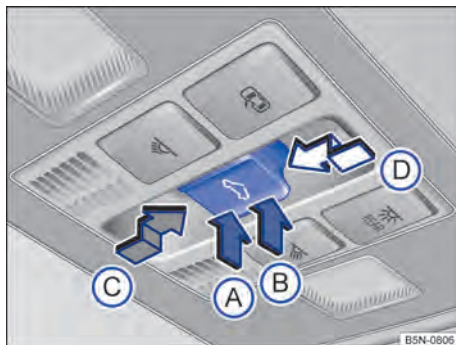

Fig. 88 No revestimento do teto: botão do teto de vidro.
O botão → Fig. 88 é de 2 níveis. No 1º nível o teto pode ser totalmente ou parcialmente levantado, aberto ou fechado.
- ◀ – *Levantar o teto de vidro:* pressionar o botão na área traseira → Fig. 88 (B) até o 1º nível. Curso automático: pressionar brevemente o botão na área traseira (B) até o 2º nível.
- *Fechar o teto de vidro levantado:* pressionar o botão na área dianteira (A) até o 1º nível. Curso automático: pressionar brevemente o botão na área dianteira (A) até o 2º nível. ▶
- Girar → Fig. 88 para a posição **(A)**.
- *Teto de vidro:* dentro de poucos segundos após a liberação do limitador de força, pressionar o botão → Fig. 88 até o 2º nível na direção da seta **(D)**, até que o teto de vidro esteja totalmente fechado.